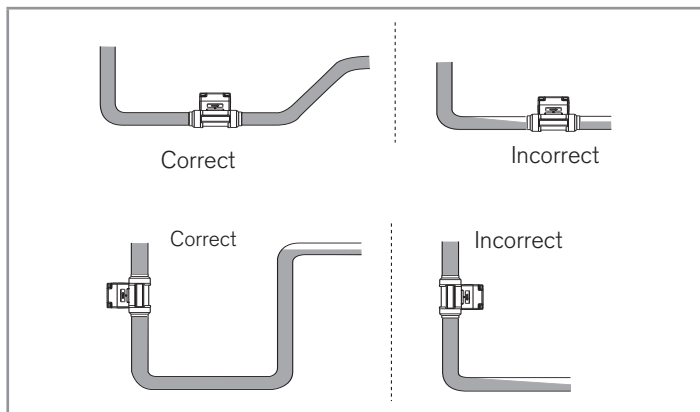

Fig. 7 : Remplissage de la canalisation
- Veiller à ce que la conduite soit toujours remplie au niveau de l'appareil (Fig. 7).